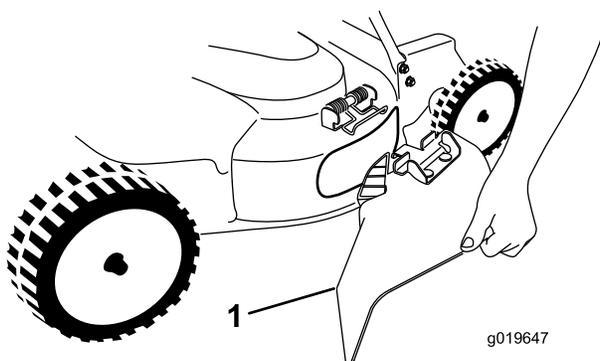

Bild 27
5. Ziehen Sie die Feder nach oben, um den Seitwurfkanal (Bild 27) zu befestigen. Setzen Sie den Kanal auf die Öffnung und senken die Feder über die Nasen oben am Auswurfkanal ab.